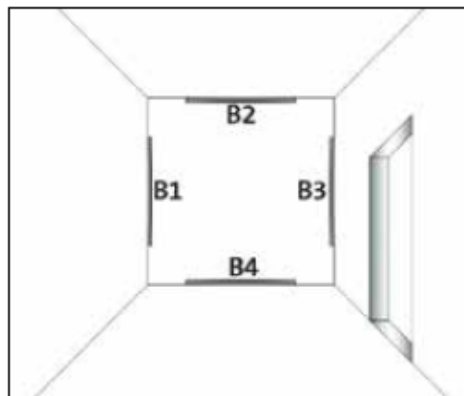

Fig. 2. Metoda de măsurare - abaterea marginii față de linia dreaptă
- așezarea dreptarului la intersecția a două planuri, potrivit fig. 2, de exemplu, colțurile - orizontal și vertical -, colțurile pereților sau stâlpilor, marginile grinzilor sau alte muchii;